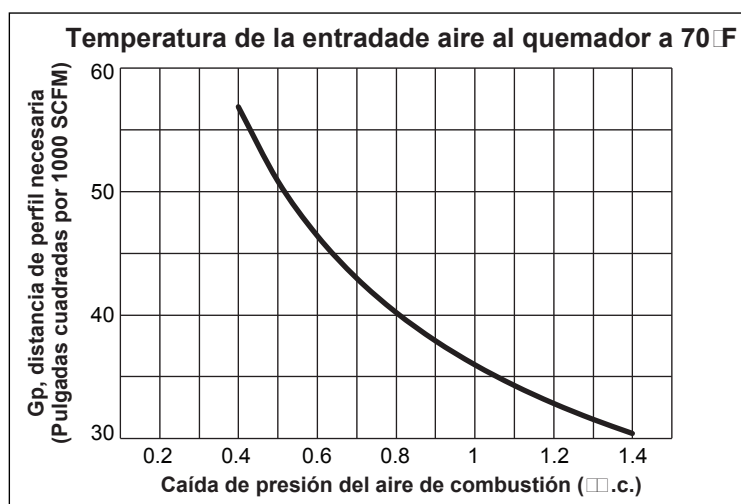

Figura 3.3 Área de distancia del perfil frente a Diferencia de la presión de aire
3. G_p = Área de distancia del perfil necesaria por flujo procedente de la figura 3.3; consulte la tabla 3.4 para realizar las correcciones con temperaturas mayores o menores en la entrada de aire del quemador.
De la figura 3.3: $G_p = 43$